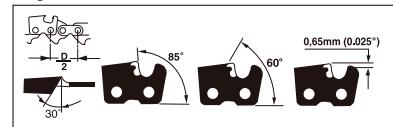

Fig. 21
**AFFÛTAGE DE LA CHAÎNE :** le pas de la chaîne (Fig. 21) est de 3/8" LoPro x 0,050". Portez des gants de protection pour affûter la chaîne et utilisez une lime ronde de Ø5/32" (4 mm).
Affûtez toujours les lames vers l'extérieur uniquement (Fig. 22), en respectant les valeurs indiquées sur la Fig. 21.